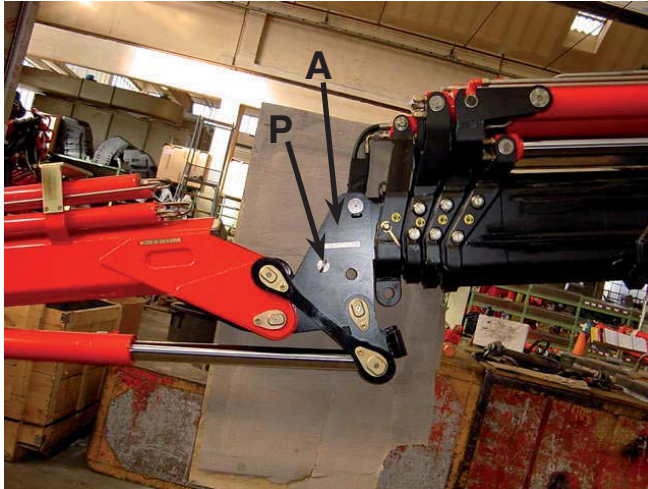

fig. 2
- o in configurazione standard (fig. 2)